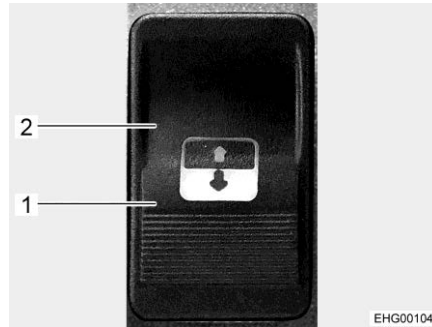

Fig. 123 Botón de control
El botón de control (Fig. 123) está instalado junto al techo corredizo eléctrico, en el techo del vehículo
- Pulsar y mantener pulsado el botón de control en el lado del símbolo de abrir (Fig. 123,1) hasta que el techo corredizo se encuentre en la posición deseada.
- Pulsar el botón de control en el lado del símbolo de cerrar (Fig. 123,2).
- Pulsar y mantener pulsado el botón de control en el lado del símbolo de cerrar (Fig. 123,2) hasta que el techo corredizo se haya cerrado hasta donde sea posible.